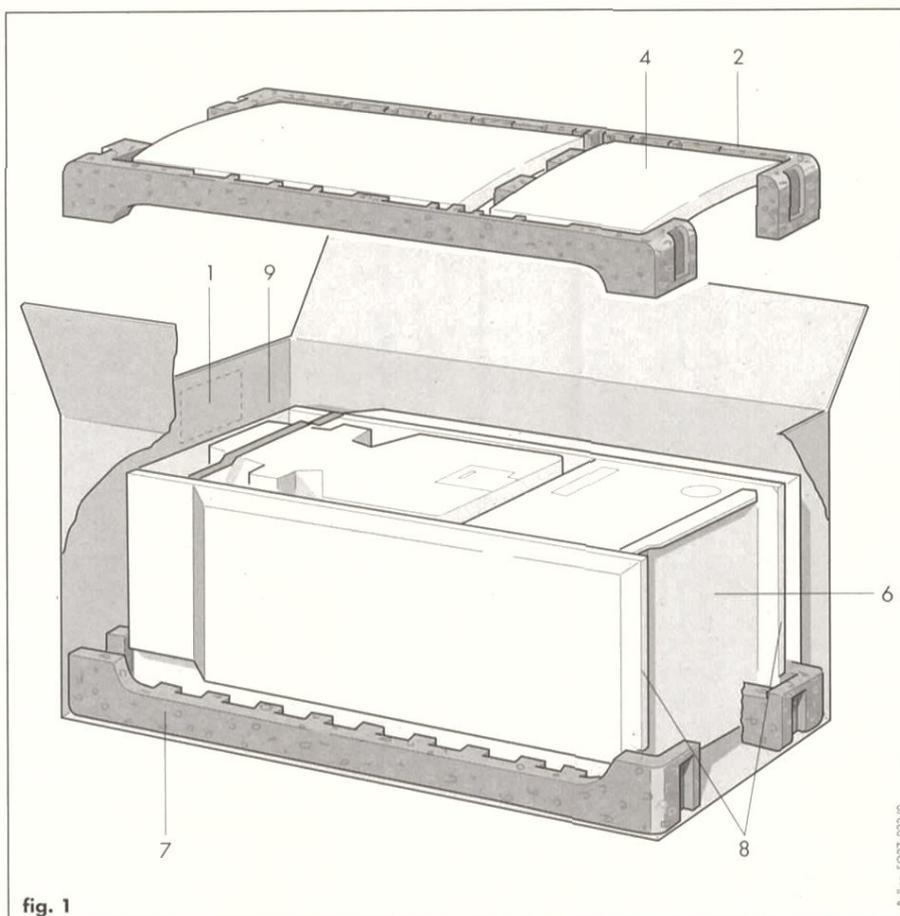

fig. 1
L'apparecchio (fig. 1) viene fornito in un imballo singolo in cartone e polistirolo. Sulla parte frontale esterna si trova la targhetta (1) con l'indicazione del modello e del tipo di gas.